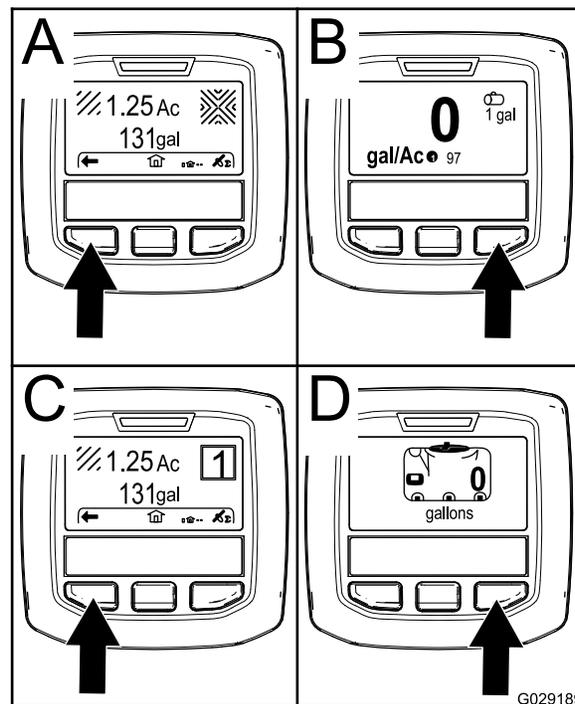

Figura 19
- Botão de seleção direito: **Área total pulverizada** (A de Figura 19)
- Botão de seleção direito: **Taxa de aplicação** (B de Figura 19)
- Botão de seleção esquerdo: **Sub-área pulverizada** (C de Figura 19)
- Botão de seleção esquerdo: **Volume do depósito** (D de Figura 19)